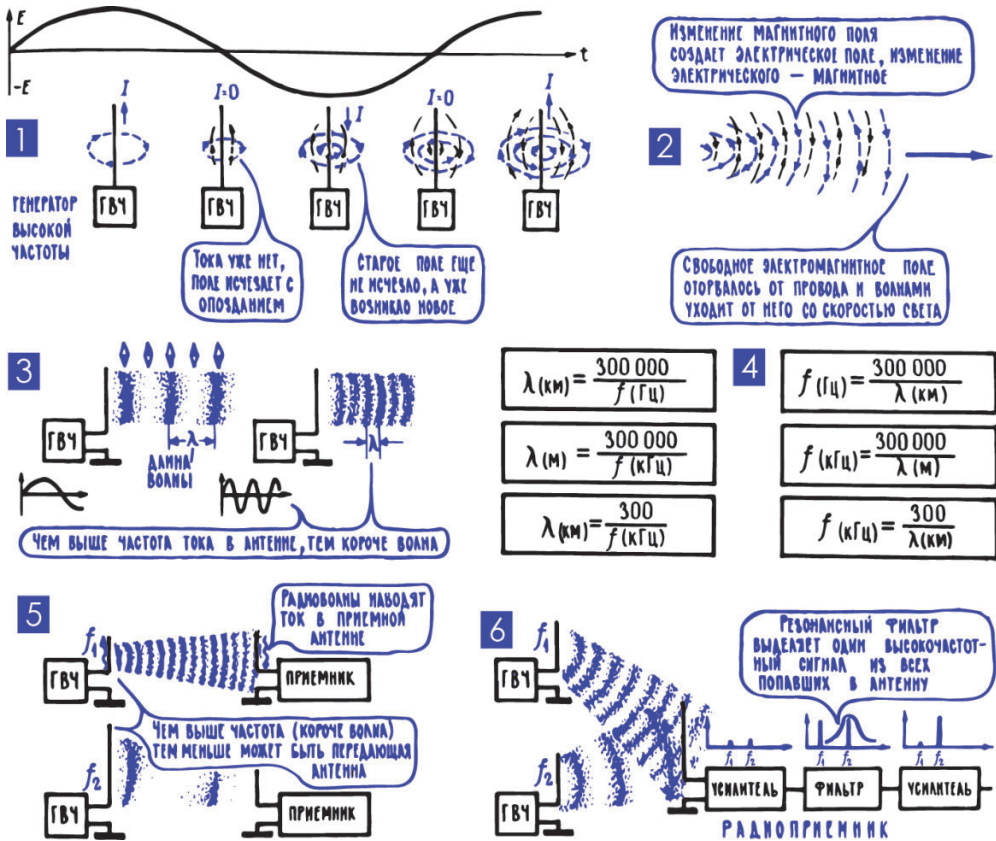
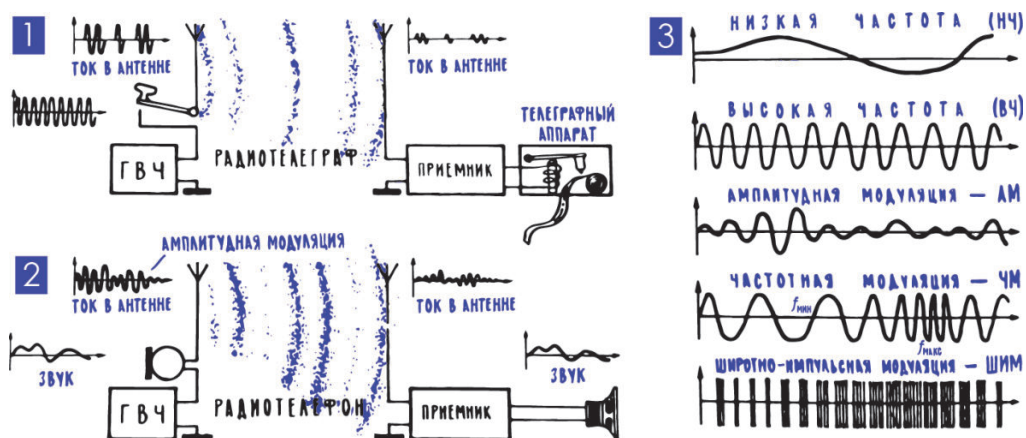

Рис. 13.1. Электромагнитные волны
Рис. 13.2. Принципы передачи и приема электромагнитных волн
Старый, добрый, испытанный метод – мысленный эксперимент: пропускаем по проводнику переменный ток и следим за тем, что происходит с электрическими и магнитными полями на некотором расстоянии от этого проводника (рис. 13.1; 1). Первое же нарастание тока создаст нарастающее магнитное поле, сначала оно появится у самой поверхности проводника, а затем, перемещаясь в пространстве со скоростью света, доберется и до некой точки x . Когда же ток начнет уменьшаться, то магнитное поле тоже будет ослабевать. И тоже не сразу – у поверхности проводника уже поля нет, а в точке x оно еще существует.
Но электричество и магнетизм – это лишь два разных проявления одного электромагнитного процесса. И электрические поля, выброшенные в пространство, так же, как и магнитные, оказываются лишь составляющими единого сложного образования – электромагнитного поля. В этом поле происходит непрерывный обмен энергией между его составляющими, их взаимные превращения – изменения электрического поля рождают магнитное поле, а его изменения, в свою очередь, рождают электрическое поле. Проводник с переменным током излучает одновременно обе составляющие поля – электрическую и магнитную, они непрерывно переходят одна в другую, их уровень и направление все время меняются (рис. 13.1; 2).
Длина электромагнитной волны – это расстояние между двумя соседними одинаковыми сгустками (одного и того же направления), электрической или магнитной составляющей. Если в мысленном эксперименте взять в руки компас и, остановив электромагнитную волну, перемещаться вдоль нее и наблюдать за отклонением стрелки, то можно будет сказать: длина волны – это расстояние между двумя точками, где стрелка отклоняется в одну сторону и притом с одинаковой силой (рис. 13.1; 3). Этот эксперимент относится к числу мысленных не потому, что его трудно осуществить, а потому, что его осуществить невозможно: электромагнитную волну остановить нельзя, она всегда в движении, всегда несется вперед со скоростью света.
Чем выше частота переменного тока, создавшего электромагнитную волну, тем чаще следуют друг за другом сгустки ее электрических и магнитных составляющих, тем, следовательно, короче длина волны (рис. 13.1; 3). Чтобы подсчитать длину волны λ , нужно знать частоту f переменного тока и вспомнить, что скорость света $c = 300\,000$ км/с. За одну секунду ток совершит f полных циклов изменения (гл. 6; 6), а волна за эту же секунду успеет пройти 300 000 км. Поэтому между каждой парой соседних одинаковых сгустков окажется расстояние $\lambda = 300\,000 / f$ (рис. 13.1; 4). Можно, кстати, дать такое определение длине волны: это расстояние, которое электромагнитная волна успевает пройти за время, равное одному периоду.
3. С помощью электромагнитных волн можно создать канал связи. Проводник с переменным током, излучающий электромагнитные волны, сразу же назовем передающей антенной. На некотором расстоянии от него расположим другой проводник и назовем его приемной антенной (рис. 13.1; 5, 6). Электромагнитные волны, добравшись от передающей антенны к приемной, наведут в ней переменный ток. Можно так описать появление тока в приемной антенне: электрическая составляющая поля будет двигать свободные заряды в проводе так же, как электрическое поле двигает наэлектризованные клочки бумаги. А кроме того, магнитная составляющая поля, поскольку она непрерывно меняется, наведет в приемной антенне ток своим испытанным методом – за счет электромагнитной индукции (гл. 5; 11). А поскольку и электрическая, и магнитная составляющие поля непрерывно меняются, то меняются и силы, которые двигают заряды в приемной антенне. Меняются и по величине, и по направлению. И наводится поэтому в приемной антенне переменный ток (рис. 13.2; 1,2).
Несмотря на простоту и привлекательность такой системы, на практике она неприменима. И вот одна из причин. Чтобы передающая антенна эффективно излучала электромагнитные волны, эта антенна должна быть как можно выше, во всех случаях ее высота должна быть соизмерима с длиной волны (рис. 13.1; 5). Это требование связано с самим механизмом излучения: трудно представить себе, чтобы громкоговоритель размером с булавочную головку эффективно излучал звук. Хорошо, если высота антенны равна половине λ , неплохо, если четверти. Можно смириться даже с тем, что высота антенны составляет несколько процентов от длины волны, хотя при этом мощность излучения составит чрезвычайно малую часть мощности переменного тока в передающей антенне. Теперь подсчитаем: даже на средней звуковой частоте 1000 Гц длина волны оказывается 300 км. И если смириться с тем, что высота антенны составляет всего 1 % от λ (это очень плохо, но пусть хоть так), то понадобится антенна высотой 3 км. Построить такую высокую антенну непросто. А ведь нужно еще излучать и более низкие частоты, для которых антенну пришлось бы делать намного выше.
Выход такой: создавать радиоволны нужно с помощью токов высокой частоты, а каждому передатчику разрешать работать только на одной, именно за ним закрепленной частоте. Во-первых, это позволит в приемнике с помощью резонансных фильтров (гл. 6; 24) отделять сигнал нужной станции от всех остальных (рис. 13.1; 6). А во-вторых, для эффективного излучения высокочастотному току понадобятся уже сравнительно неболь-
5. Модуляция; изменяя тем или иным способом высокочастотный ток, записывают в нем информацию. Включив в передающую антенну телеграфный ключ, а в приемную – приемный телеграфный аппарат, можно создать линию беспроводной радиотелеграфной связи (рис. 13.2; 1). Именно это в конце прошлого века сделал изобретатель радио Александр Степанович Попов. Свои работы он так и называл – телеграфирование без проводов. Передавать по радио речь, то есть осуществлять телефонирование без проводов, научились значительно позже.
Амплитудная модуляция, сокращенно АМ, – это лишь один из способов зашифровывания информации в высокочастотном токе. Другой распространенный способ – частотная модуляция ЧМ (рис. 13.2; 3). Здесь амплитуда высокочастотного тока остается неизменной, а под влиянием микрофона в сравнительно небольших пределах меняется сама частота переменного тока. Сделать это несложно: генератор высокочастотного тока в передатчике – это всегда ламповый или транзисторный генератор, частоту которого определяют параметры колебательного контура (гл. 11; 3). Существуют несложные схемы, которые под действием микрофонного тока в небольших пределах меняют емкость контура и таким образом осуществляют частотную модуляцию. Передатчики многоканальных линий радиосвязи часто работают в импульсном режиме, это позволяет использовать много разных способов модуляции. Например, менять амплитуду импульса (амплитудно-импульсная модуляция, АИМ), ширину импульса (широотно-импульсная модуляция, ШИМ), время его появления (фазово-импульсная модуляция, ФИМ) или отображать изменения микрофонного тока в различных комбинациях импульсов (импульсно-кодовая модуляция, ИКМ). Естественно, что для всех этих способов модуляции существуют свои способы детектирования, извлечения информации из модулированного сигнала.
Основная профессия колебательного контура, основная его работа в радиоприемнике – выделение сигнала принимаемой станции из бесчисленного множества сигналов, наведенных в приемной антенне радиоволнами разных радиостанций (рис. 13.1; 6). Чтобы познакомиться с этой деятельностью контура, нужны некоторые дополнительные сведения.